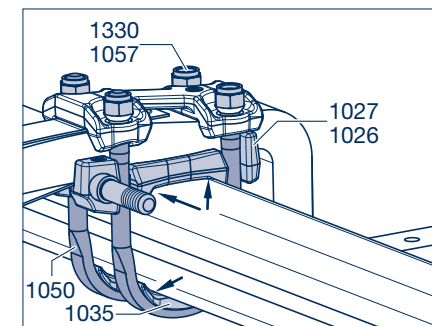

Рисунок 34
- [31] Поочередно затягивать стопорные гайки (1057, размер 32) (1330, размер 36) поочередно для каждой стремянки рессоры (1050)/каждого болта с шестигранной головкой (1053), пока все компоненты не будут равномерно прилегать. (Опорные площадки (1026, 1027) и сегменты (1035) прилегают к балке оси только на закруглениях (рисунок 34, стрелки).